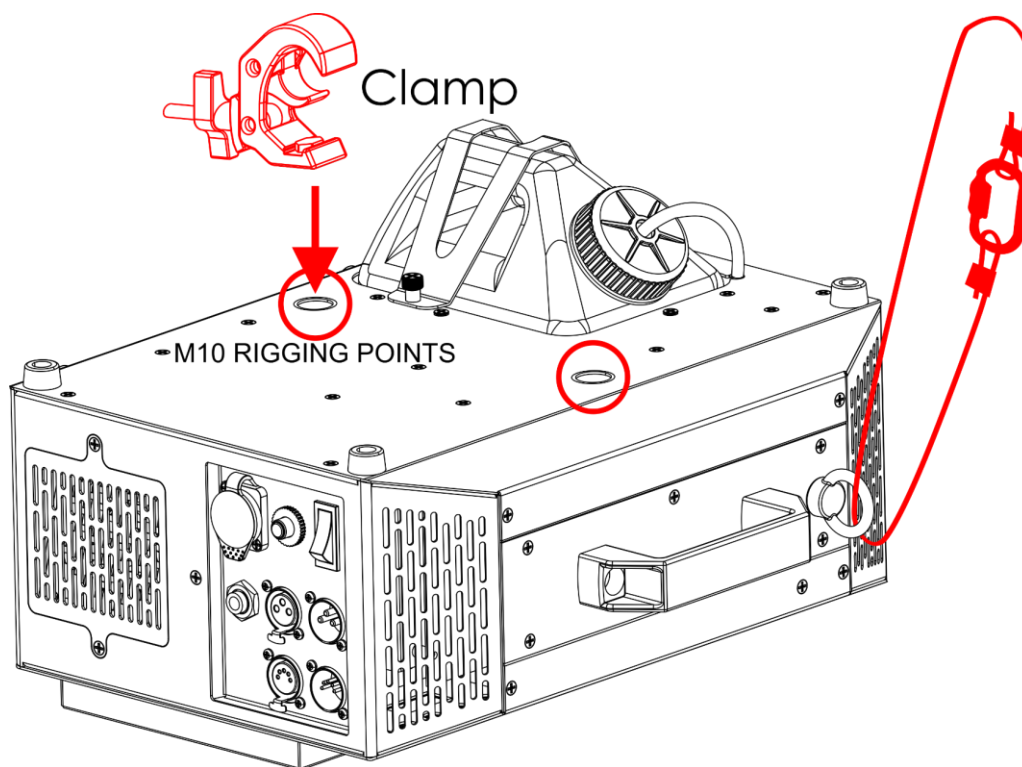

Fig. 05
- 01) Gebruik een klem om het apparaat aan de draagconstructie te bevestigen, zoals getoond in Fig. 05. Zorg ervoor dat het apparaat niet vrij kan bewegen.
- 02) Zet het apparaat vast met een secundaire ophanging, bijvoorbeeld een veiligheidskabel. Zorg ervoor dat de secundaire ophanging 10 keer het gewicht van het apparaat kan dragen. Indien mogelijk moet de secundaire ophanging worden bevestigd aan een draagconstructie die onafhankelijk is van de primaire ophanging. Steek de veiligheidskabel door het **veiligheidsoog (05)**, zoals getoond in Fig. 05.